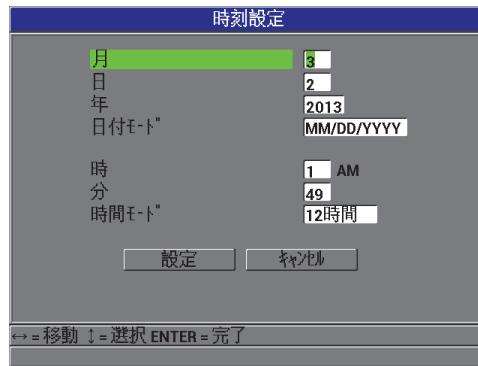

図 3-3 時刻設定画面
3. クロック 設定画面で（52 ページ図 3-3 参照）：